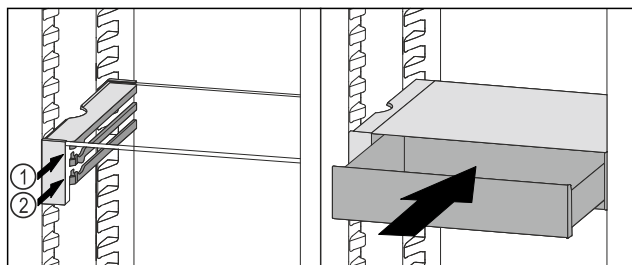

Fig. 110
- 将 VarioSafe 抽屉放置在所需肋梁 Fig. 110 (1) 或 Fig. 110 (2) 上的止动器后面。